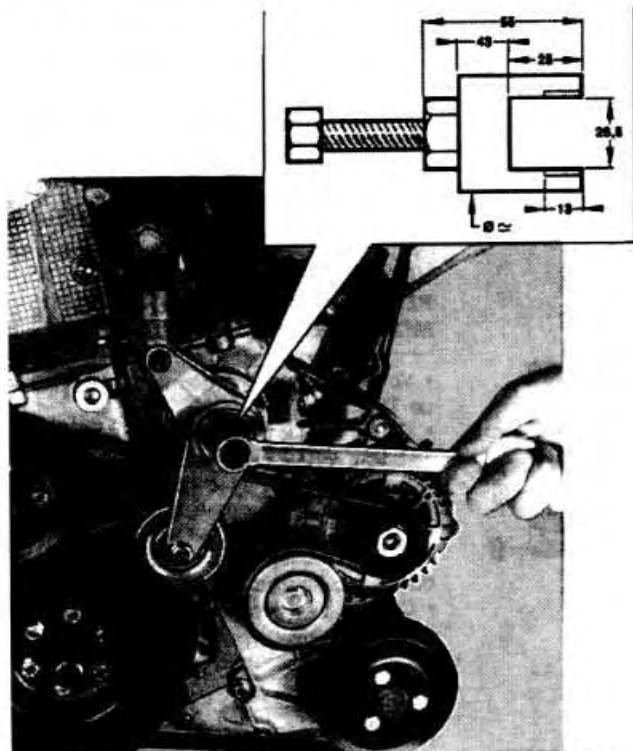

Рис. 3-8. Приспособление BMW 13.5.120 для спрессовки корпуса ТНВД
- завернуть устройство BMW 13.5.120 в корпус натяжного устройства (рис. 3-8);